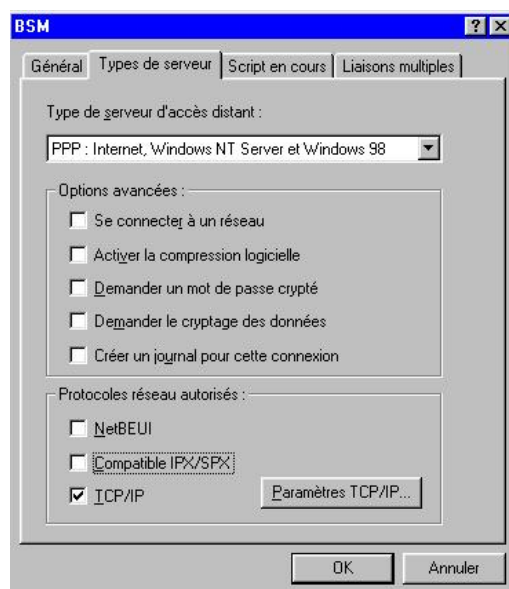

Figure 11: Dial-Up Networking Properties - Server Types – Windows 98
- Dans l'onglet Type de serveur (cf. figure 11), vérifiez que le type de serveur distant est bien **PPP: Internet, Windows NT Server, Windows 98** (ou bien quelque chose de similaire sous Windows 95/ME). Assurez vous que toutes les options Avancées sont désactivées. Dans protocoles réseau autorisés choisir **TCP/IP** et vérifiez que tous les autres sont désactivés.